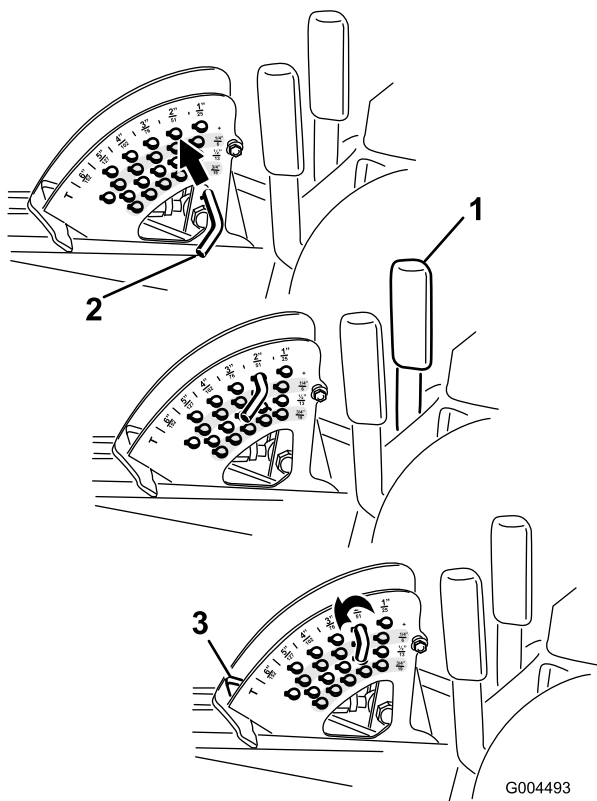

Bild 21
Hinweis: Wenn Sie das Mähwerk in der angehobenen Stellung arretieren möchten, heben Sie das Mähwerk über die 15 cm Stellung an, nehmen Sie den Schnitthöhenanschlagsstift ab (siehe Einstellen der Schnitthöhe) und setzen Sie den Stift in die 15 cm Schnitthöhenstellung (Bild 21).
1. Ziehen Sie den Mähwerkhubhebel bei laufendem Motor zurück, bis das Mähwerk ganz angehoben ist, und lassen Sie den **Hebel sofort los** (Bild 21).
2. Drehen Sie zum Einstellen den Anschlagstift so lange, bis die Linien am Rollstift mit den Schlitzen in den Löchern in der Schnitthöhenhalterung ausgerichtet sind. Nehmen Sie ihn dann ab (Bild 21).
3. Wählen Sie ein Loch in der Schnitthöhenhalterung, das der gewünschten Schnitthöhe entspricht, stecken Sie den Stift ein und drehen Sie ihn ein, um ihn zu arretieren (Bild 21).
Hinweis: Es gibt vier Reihen der Lochpositionen (Bild 21). Die oberste Reihe ergibt die Schnitthöhe, die über dem Stift steht. Die zweite Reihe ergibt die Schnitthöhe plus 6 mm. Die dritte Reihe ergibt die Schnitthöhe plus 12 mm. Die unterste Reihe ergibt die Schnitthöhe plus 18 mm. Für die Stellung von 15,8 cm gibt es nur ein Loch, das in der zweiten Reihe ist. Mit diesem Loch werden nicht 6 mm den 15,8 cm hinzugefügt.